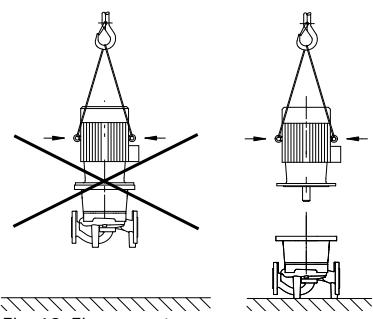

Fig. 18: Fixar o motor
- Utilizar os olhais de elevação do motor só para carregar o peso do mesmo e não para carregar toda a bomba (Fig. 18).**